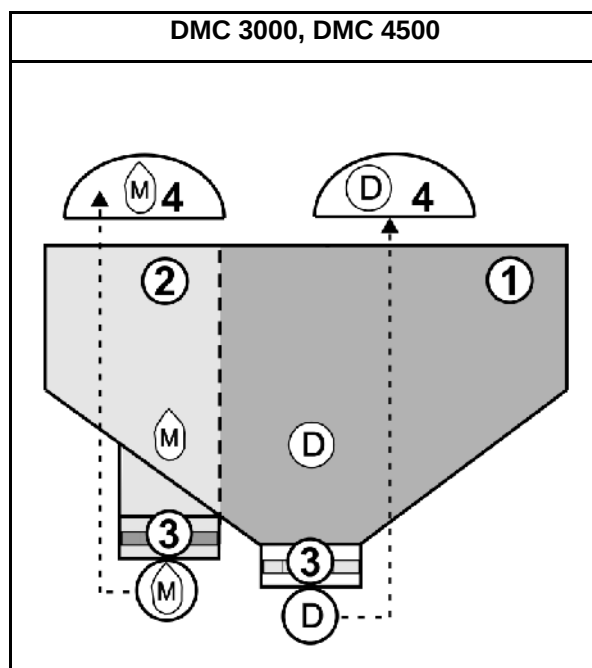
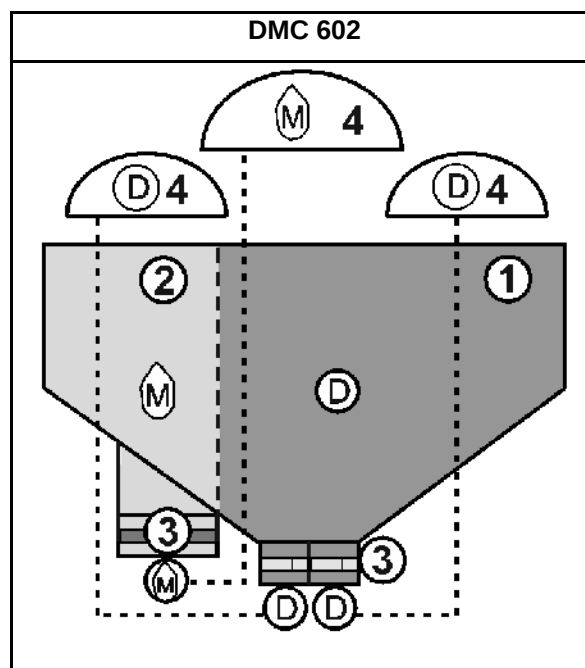

Рис. 32
Рис. 33
- Установите на дозаторы подходящие дозирующие катушки для кукурузы и удобрений (Рис. 32/3, Рис. 33/3).
- В зависимости от того, какое расстояние требуется между рядами, некоторые выходы на всех распределителях (Рис. 32/4, Рис. 33/4) следует закрыть.